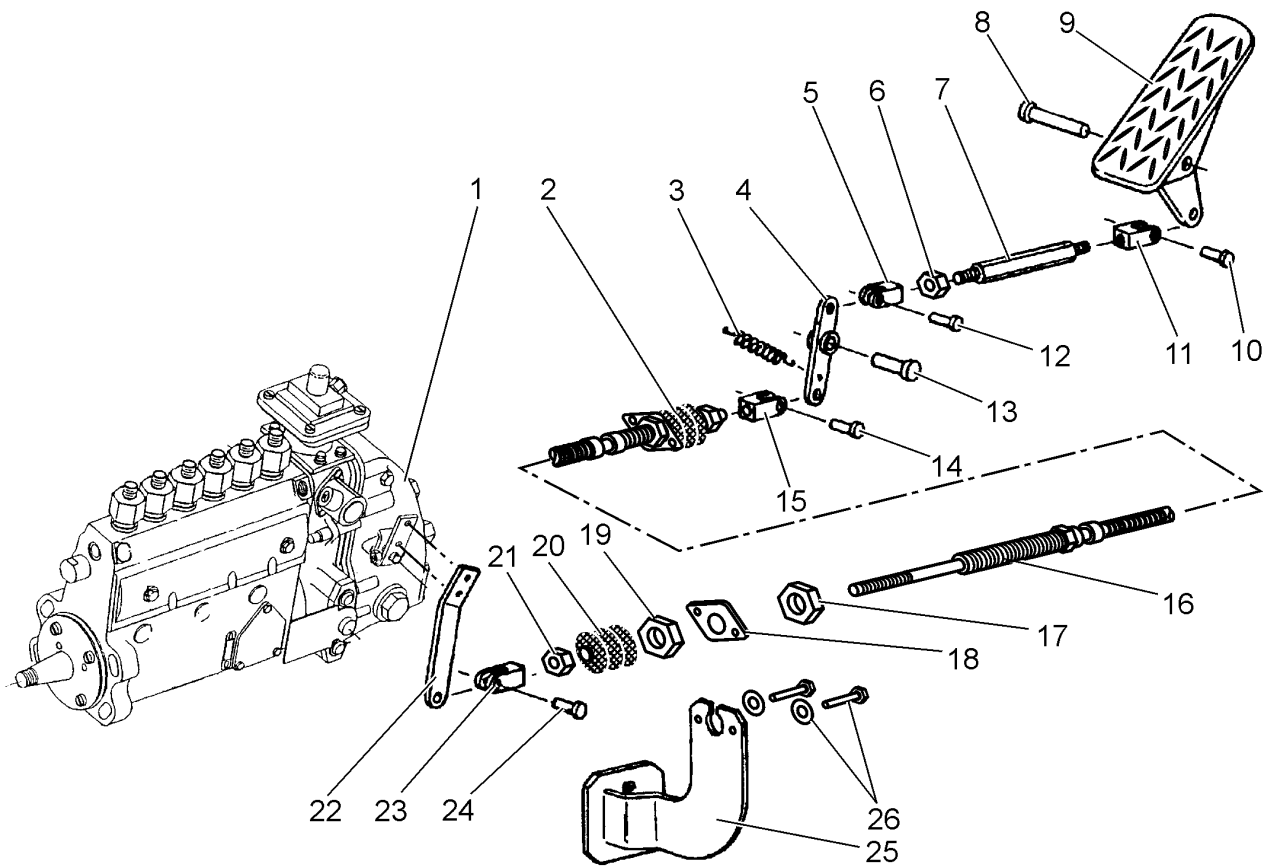

Рис. 12.2. Привод управления двигателем
4. ПРОВЕРКА И РЕГУЛИРОВКА ПРИВОДА УПРАВЛЕНИЯ ДВИГАТЕЛЕМ (Рис. 12.2.)